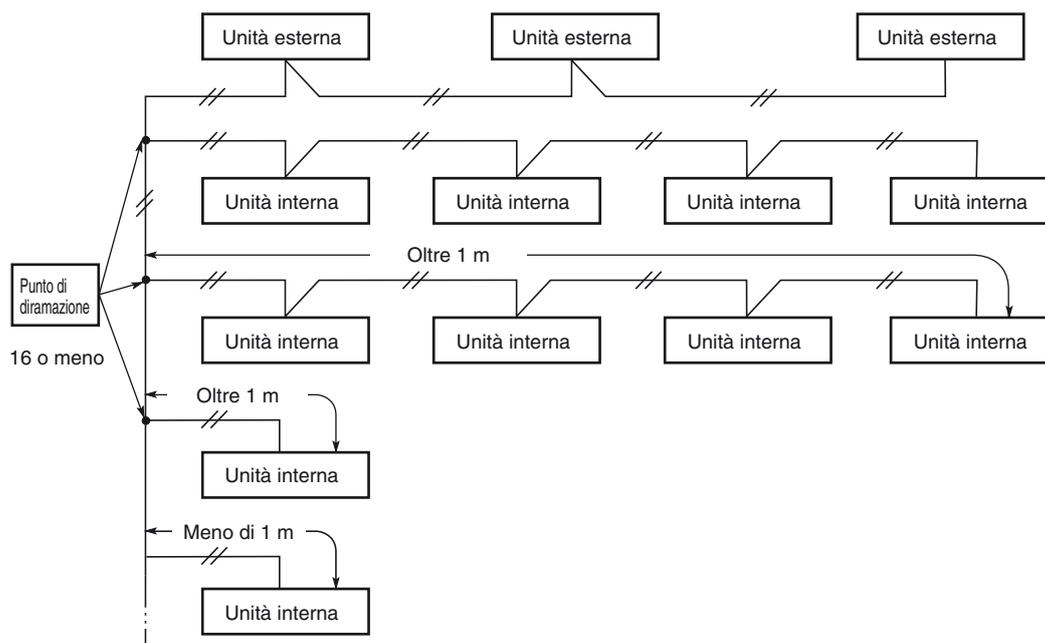

Fig. 4-5
- (4) Se si creano diramazioni dei cablaggi fra unità, il numero di diramazioni deve sempre essere pari o inferiore a 16. (Le diramazioni da meno di 1 m non vengono contate.) (Fig. 4-5)